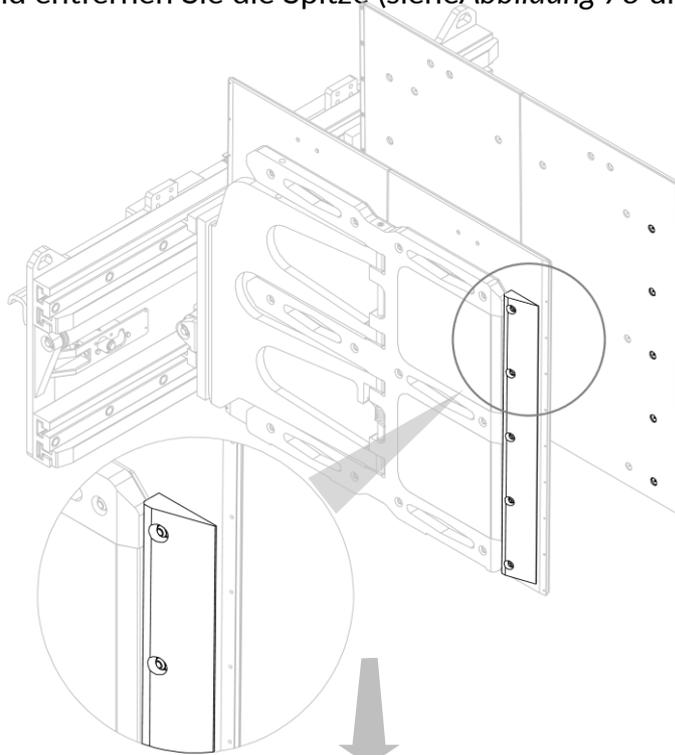
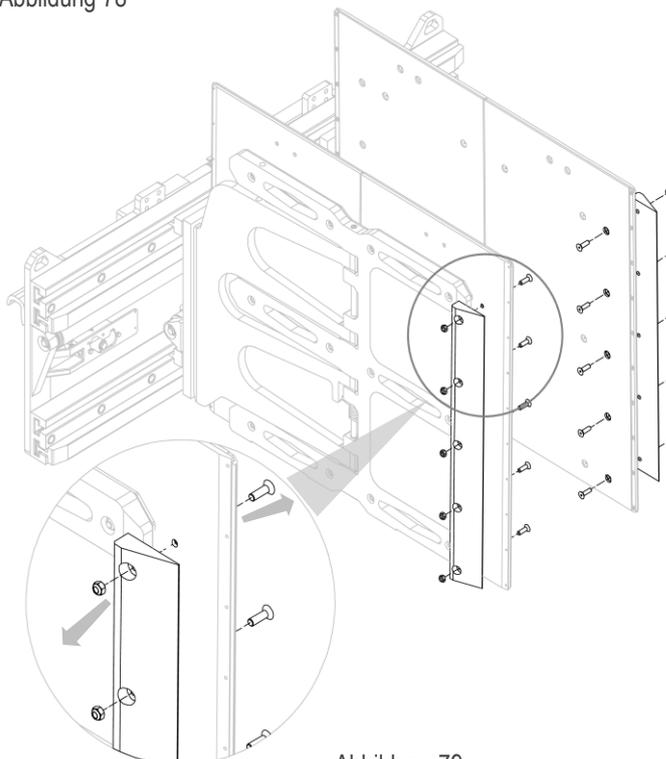

Abbildung 78
Abbildung 79
2. Entfernen Sie die Muttern und Schrauben, mit denen die Schutzspitzen aus Ertalon befestigt sind, und entfernen Sie die Spitze (siehe *Abbildung 78* und *Abbildung 79*).